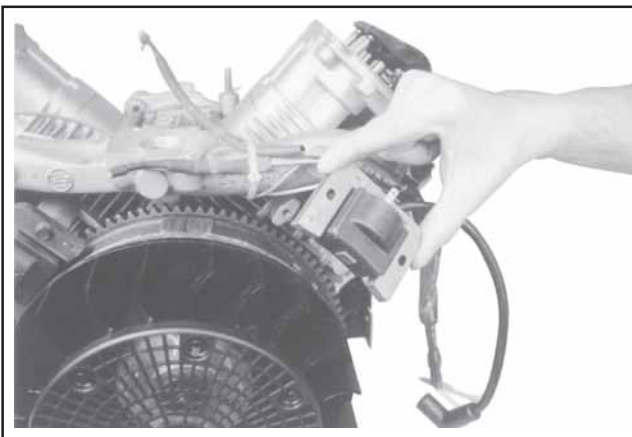

Figure 11-45. Installation des modules d'allumage.
2. Sur les moteurs équipés de SMART-SPARK™, les deux modules sont installés de la même manière, avec les deux goujons faisant face à l'installateur. Voir la Figure 11-46. Sur les moteurs ne comportant pas SMART-SPARK™, les modules sont installés avec le câble du module toujours orienté vers l'extérieur. Sur le cylindre #1, installer le module avec la borne de court-circuit vers l'installateur. Voir la Figure 11-45. Sur le cylindre #2, installer le module avec deux bornes vers l'installateur.